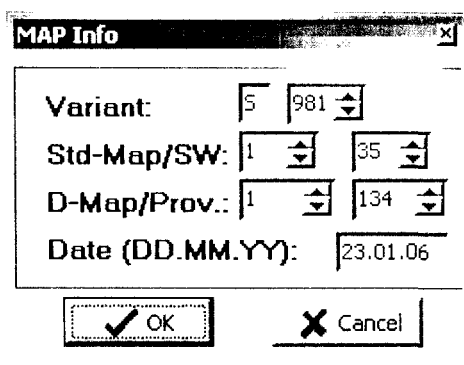

Рис. 1.3.7. Информация о MAP телефона
- кнопки получения и правки информации о версии MAP телефона. Для этого переводят телефон в сервисный режим, затем нажимают кнопку «5005 Map Info», после чего в выведенном на экран диалоговом окне (рис. 1.3.7) вносят необходимые корректировки и нажимают кнопку «OK» для сохранения изменений в EEPROM телефона;